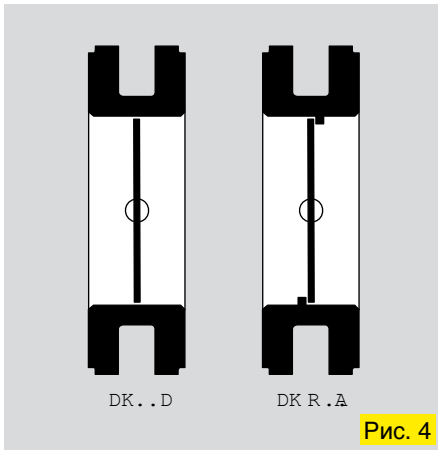

Рис. 4
1. Bestimmen des Δp über die Drosselklappe mit Hilfe der Regelcharakteristik (Fig. 4) und dem Ausgangsdruck p_a . Eine Regelcharakteristik von $a = 0,3$ ergibt eine gute Regelung.
Аuswahl der Klappenform (Fig. 4)
Selection of the butterfly valve disk type (Fig. 4)
1. Determine the Δp through the butterfly valve with the aid of the control characteristic (Fig. 4) and the outlet pressure p_a . A control characteristic of $a = 0.3$ provides a good control response.
Подбор формы диска (Рис. 4)